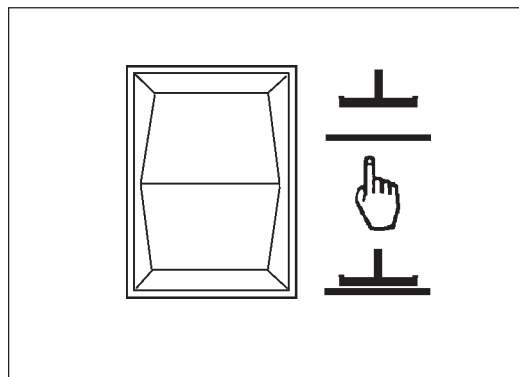

Figure 25
1. Pour abaisser la raclette et mettre le moteur d'aspiration en marche, placez le commutateur raclette relevée/abaissée en position abaissée (figure 25).
2. Pour relever la raclette, placez le commutateur de raclette en position haute (figure 25). La raclette remonte et le moteur d'aspiration s'éteint peu de temps après. **REMARQUE : La position centrale du commutateur de raclette est destinée à être utilisée avec le bouton One Touch.**